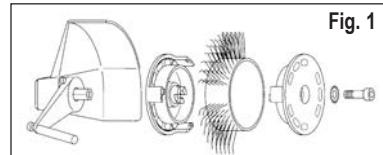
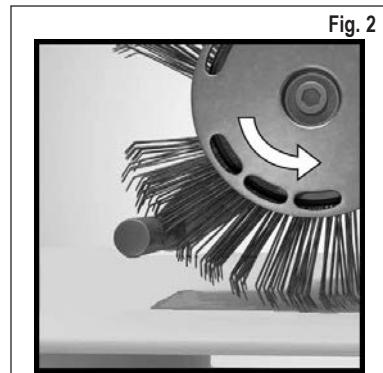

Fig. 1
Fig. 2
3. Interrumpa el suministro de aire comprimido y, a continuación, sujeté correctamente el Anillo de Púas Bristle Blaster® de 23 mm, o bien, de 11 mm con el correspondiente Adaptador (observe la dirección de marcha) y la arandela de frenado dentellado prevista para tal fin y el tornillo en la herramienta. Véase Fig. 1 y Fig. 2
- ¿Está marchando el Anillo de Púas en el sentido opuesto al correcto? – Alinee el Anillo de Púas de tal manera que marche en la dirección prescrita (véase Capítulo 7, Puesta en funcionamiento, Fig. 2).